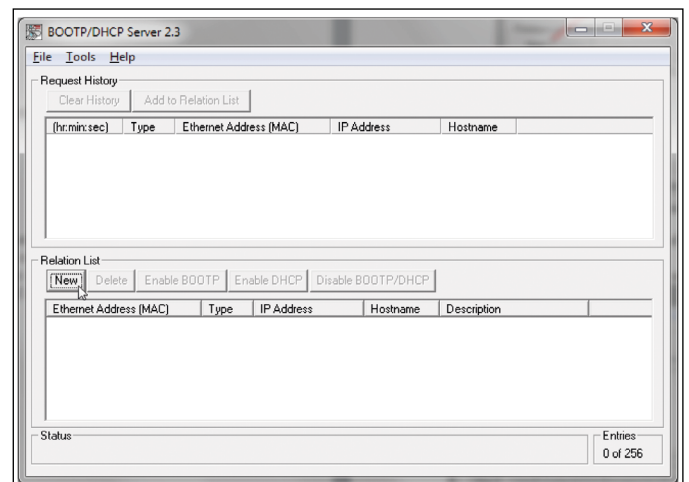

Abb. 103: Neuen „Relation List-Eintrag“ erstellen
3. Klicken Sie die Schaltfläche „New“ in der „Relation List“ im unteren Bereich des Fensters. Das Fenster „New Entry“ öffnet sich (Abb. 103).